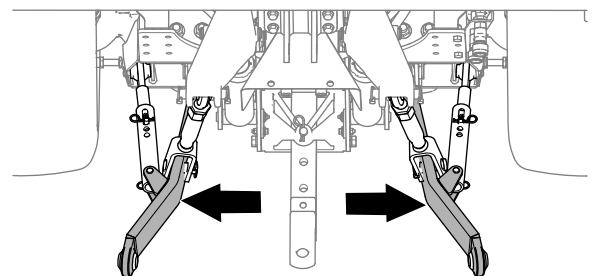

Figura 15
2. Mueva los brazos de enganche inferiores (Figura 15) hacia fuera del todo; consulte el Manual del operador de la unidad de tracción.